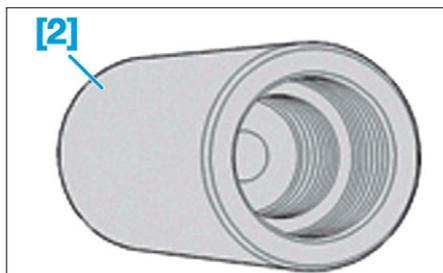

FIG. 6
- [2]. Manchon fileté d'extraction de fusée (réf. 4083-T/0410-A) (Fig.6).